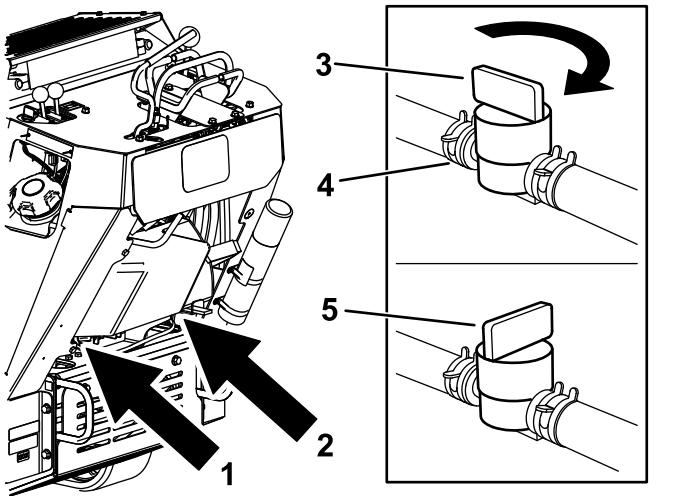

Figura 47
3. Gire la válvula de cierre del combustible a la posición de Cerrado (Figura 47).
4. Apriete los extremos de la abrazadera en el lado del motor de la válvula y deslícela por el tubo de combustible, alejándola de la válvula (Figura 47).
5. Retire el tubo de combustible de la válvula (Figura 47).
3. Gire la válvula de cierre del combustible a la posición de cerrado (Figura 47).
5. Gire la válvula de cierre del combustible a la posición de abierto (Figura 47).